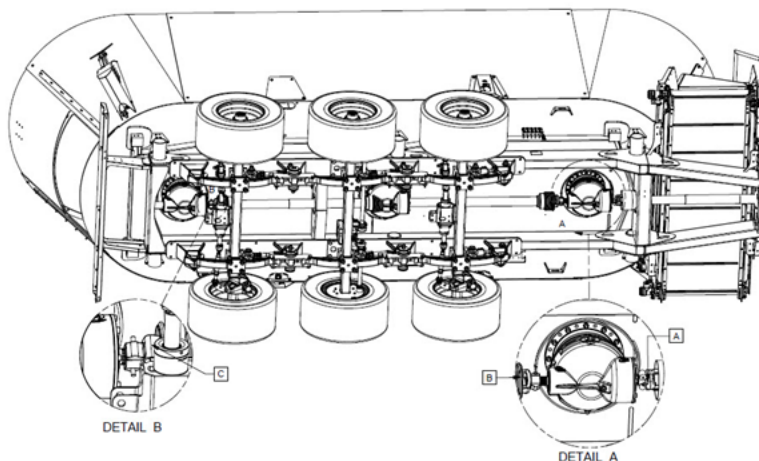

Figure 44 — Emplacement des boulons de sécurité sur les SMARTMIX A950 et A1230
3. Installez un nouveau boulon (M12x90 8.8)(Figure 44).
3. Installez un nouveau boulon (M14x70 8.8) (Figure 44).
3. Installez un nouveau boulon (M10x50 8.8) (Figure 44).